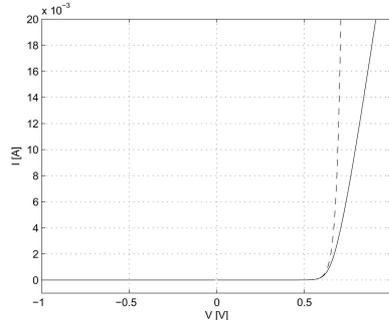
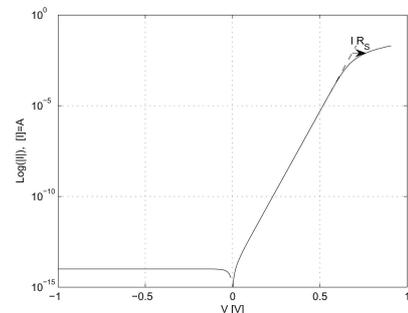

Fig.4
Fig.5
In questo caso il grafico I-V si discosta dal precedente a correnti elevate, quando la caduta resistiva $I R_S$ diventa confrontabile con la tensione ai capi della giunzione pn. I grafici in scala lineare e in scala semilogaritmica sono riportati nella Fig.4 e nella Fig.5 rispettivamente.
Suggerimento: il tratto rettilineo inclinato in Fig.5 corrisponde a $I_S \ll I \ll V / R_S$; prolungando la retta fino a $V = 0$...
- 4) Usando i valori di I_S e n ottenuti precedentemente, estrarre dalle misure il valore della resistenza serie R_S , supponendo che il legame I-V per il diodo sia dato dalla (2) (v. Fig.4).
- iii) di $\text{Log}(|I|)$, con I data dalla (1), in funzione di V in scala lineare usando il valore di I_S trovato al punto 3), e confrontarlo con il grafico ii).